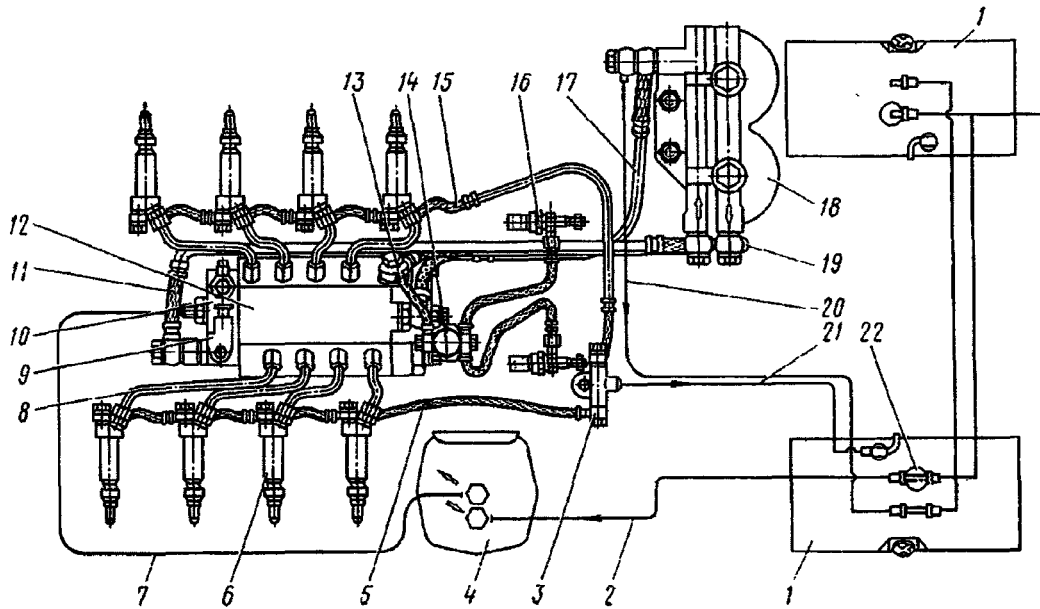

Рис. 5. Схема системы питания двигателя топливом:
2. Отверните гайки и отсоедините электропровода от факельных свечей 16 (рис. 5)	Ключ 8 мм
5. Отверните накидную гайку и отсоедините топливную трубку от ручного топливоподкачивающего насоса 9, отсоедините скобу крепления трубки от корпуса ТНВД, поверните трубку вверх 6. Выверните болт и отсоедините трубку 7 от топливоподкачивающего насоса 10 низкого давления 7. Ослабьте винты и отсоедините тяги рукоятки 1 (рис. 6) остановки двигателя и рукоятки 2 тяги управления подачей топлива от рычагов остановки двигателя и управления регулятором, ослабьте винты на клеммах крепления тяг и отсоедините тяги 8. Отверните гайку и отсоедините тягу 6 от рычага 4 управления регулятором 9. Выверните болты и отсоедините кронштейн пневмоцилиндра выключения подачи топлива, выверните болт и отсоедините тягу пневмоцилиндра от рычага выключения подачи топлива 10. Выверните болт и отсоедините трубку подвода масла к ТНВД 11. Разъедините штекерное соединение электромагнитного клапана 14 (см. рис. 5) 12. Выверните болт и отсоедините топливную трубку 19 от ТНВД 13. Выверните перепускной клапан и отсоедините от ТНВД дренажную топливную трубку 17 14. Ослабьте болты 3 (рис. 7) крепления переднего фланца 6 ведущей полумуфты 15. Выверните стяжной болт 4 и сдвиньте фланец 6 полумуфты назад. Примечание. При выполнении переходов 14 и 15 проворачивайте маховик двигателя через люк картера сцепления до положения, удобного для выворачивания болтов	Ключи 10, 19 мм Ключ 19 мм Отвертка Ключ 13 мм Ключи 10, 13 мм Сменная головка 14 мм, вороток — Накидной ключ 19 мм То же Сменная головка 17 мм, вороток Ключ 17 мм, вороток
23. Установите дренажную топливную трубку 17 (см. рис. 5), уплотнительные шайбы и вверните перепускной клапан	Накидной ключ 19 мм
30. Подсоедините к насосу 10 (см. рис. 5) низкого давления топливную трубку 7 от фильтра 18 тонкой очистки топлива и закрепите болтом с уплотнительными шайбами	Ключ 19 мм